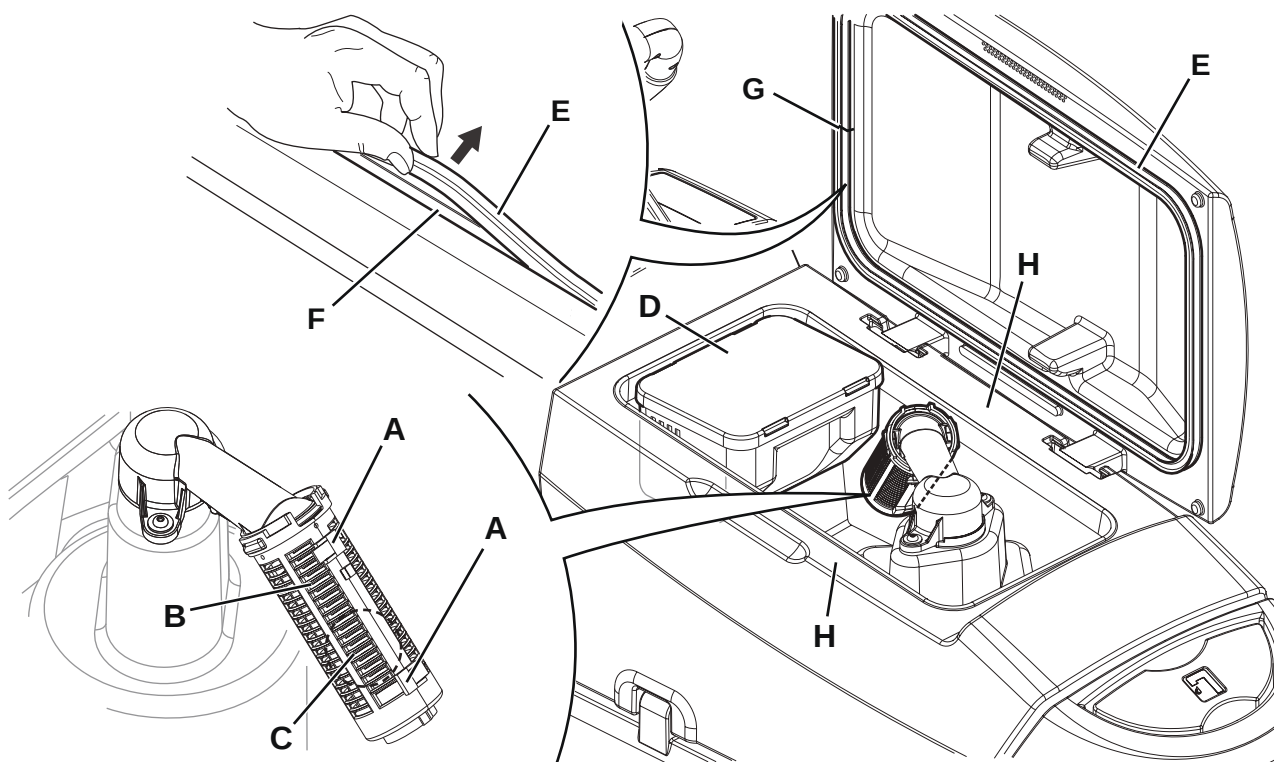

Figure 8
2. S'assurer que la machine est éteinte et (si présente) avec la clé de contact (41) retirée.
3. Vider l'eau du réservoir avec le tuyau (12).
4. Ouvrir le couvercle (34).
5. Nettoyer et laver avec de l'eau propre l'intérieur du réservoir (33) et du couvercle.
6. Nettoyer la grille d'aspiration (31), dégager les dispositifs de retenue (A, Fig. 8), ouvrir la grille (B), récupérer le flotteur (C) et nettoyer soigneusement ; enfin reposer en place.
7. Démonter le bac de récupération des débris (D) et ouvrir son couvercle, puis nettoyer soigneusement et ré-installer le tuyau d'aspiration.
8. Contrôler l'intégrité du joint d'étanchéité (E) du couvercle du réservoir.